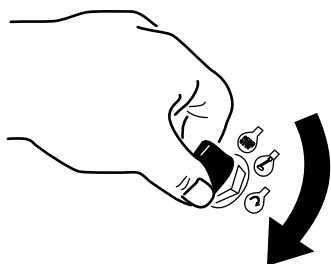

Figura 13
1. Girate la chiave di accensione in posizione di AVVIAMENTO (Figura 13).
Per spostare la macchina in avanti, premete il comando della trazione verso l'impugnatura (Figura 13).
Per spostare la macchina indietro, spingete l'interruttore a pollice verso il basso per spostare il comando della trazione lontano dall'impugnatura (Figura 13).